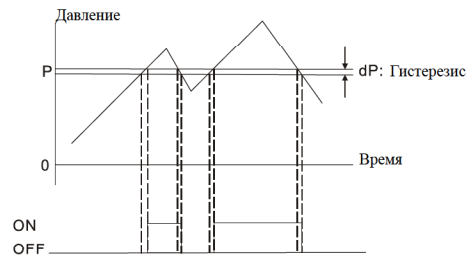

Рис. 1: Простой режим работы выходов
- Простой режим.** При заданном давлении P, когда измеренное давление превысит (P + dP), выход включится (ON), а когда давление станет меньше P, выход выключится (OFF). См. рис.1.